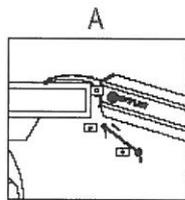

Fig. 7
- 2 varillas y sus correspondientes pasadores de bloqueo. **(Fig. 7)**